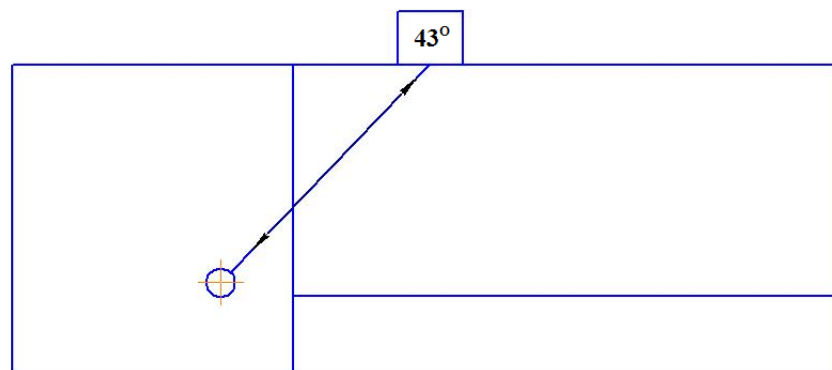

Рис. 7.12.1. Схема установки преобразователя на ОСО 32.006-2002 при проверке чувствительности по варианту BR2.
- установить ПЭП на ОСО 32.006-2002 согласно схеме на Рис.7.12.1. и найти максимум эхосигнала от отверстия $\varnothing 6$ мм на глубине 44 мм;
- установить ПЭП на ОСО 32.006-2002 и найти максимум эхосигнала от отверстия $\varnothing 6$ мм, Рис.7.12.1;